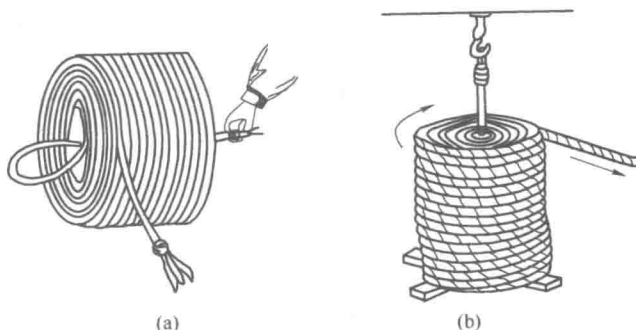

图 1-1-4 绳捆的打开方法
(2)打开新捆:每捆绳子一个绳头在外,一个绳头在里,为防止扭结,小规格的绳子可将绳头朝下,由上面将里面的绳头抽出,或将绳头朝左,而从右边将它抽出,如图1-1-4(a)所示;大一些的绳子可挂在转钩上,一边转一
边拉,或者在甲板上滚动解开,如图 1-1-4(b)所示。